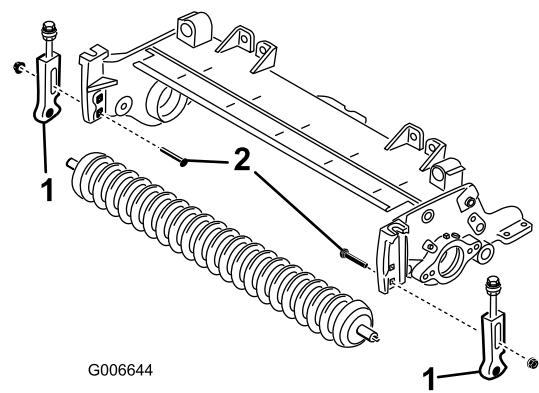

Figura 4
- Togliete i bulloni a testa tonda e i dadi che fissano le staffe dell'altezza di taglio alle piastre laterali dell'apparato di taglio (Figura 4).
- Togliete le staffe dell'altezza di taglio ed il rullo anteriore dalle piastre laterali dell'apparato di taglio (Figura 4).